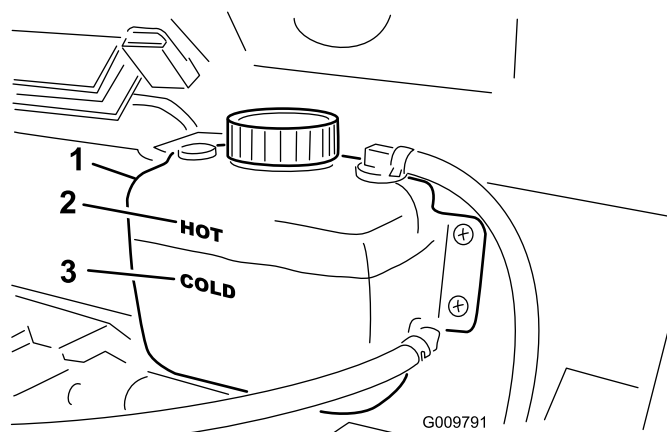

Рисунок 19
2. Проверяйте уровень охлаждающей жидкости на стороне расширительного бачка (Рисунок 19). На холодном двигателе охлаждающая жидкость должна доходить до линии Cold (Холодная).